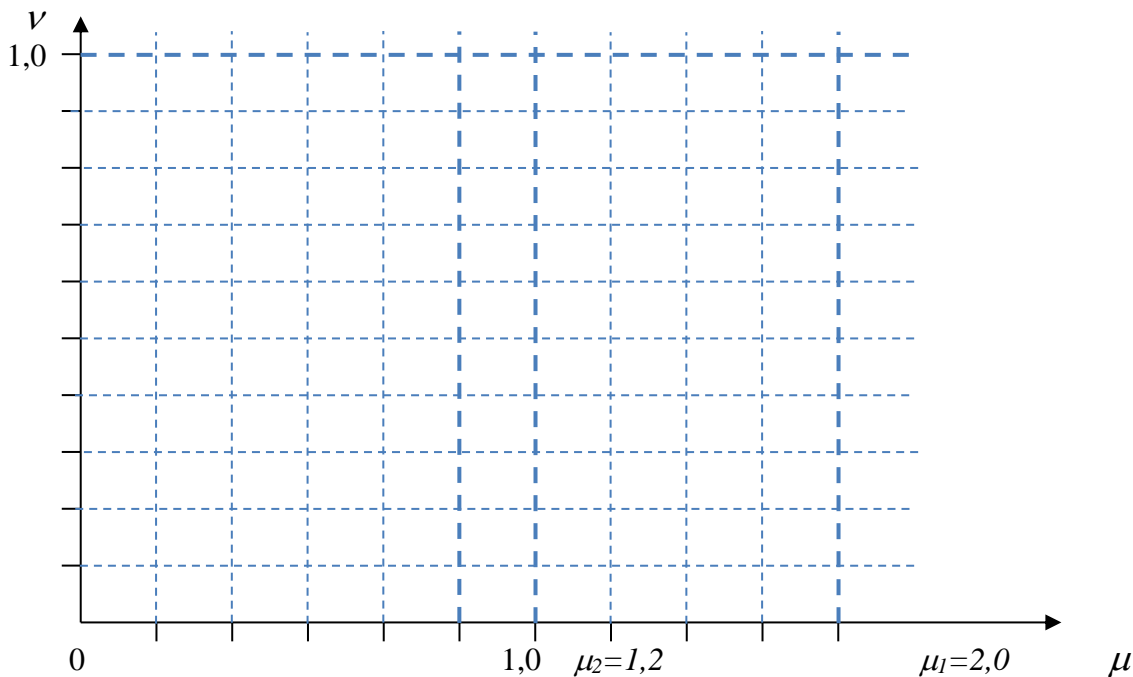

Рисунок 2 – Пускові характеристики двигуна
4. Для розрахунку пускового реостату будуюмо пускові (реостатні) характеристики у відносних осях координат (рисунок 2). По осі у відкладаємо відносну швидкість $v = \Omega/\Omega_0 = n/n_0$, по осі x – відносний момент $\mu = M/M_n$.
2. Нарисувати характеристики і схему двигуна при гальмуванні противмиканням (рис. 2.)